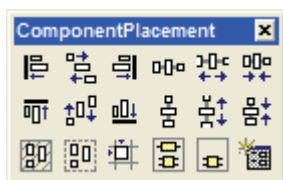

图 7-7 “ComponentPlacement” 工具栏
(4) 执行“Component Placement”命令，打开如图 7-7 所示的“ComponentPlacement”工具栏。设置与元件放置相关的操作。